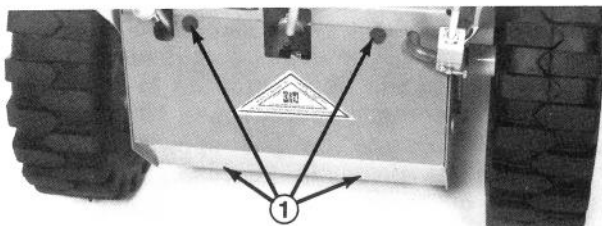

Figure 35
1. Enlevez les quatre vis à tête qui fixent la garde inférieure au châssis. Enlevez la garde (Fig. 35).